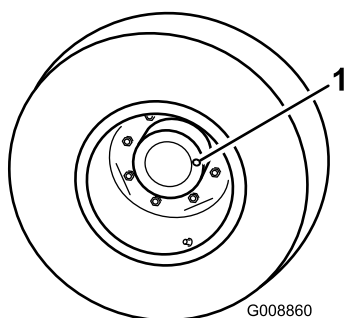

Figura 42
verificación/vaciado (Figura 42) esté en posición de las 3 o de las 9.
2. Retire el tapón de la transmisión planetaria (Figura 42). El aceite debe llegar a la parte inferior del orificio del tapón de verificación en la parte trasera del freno.